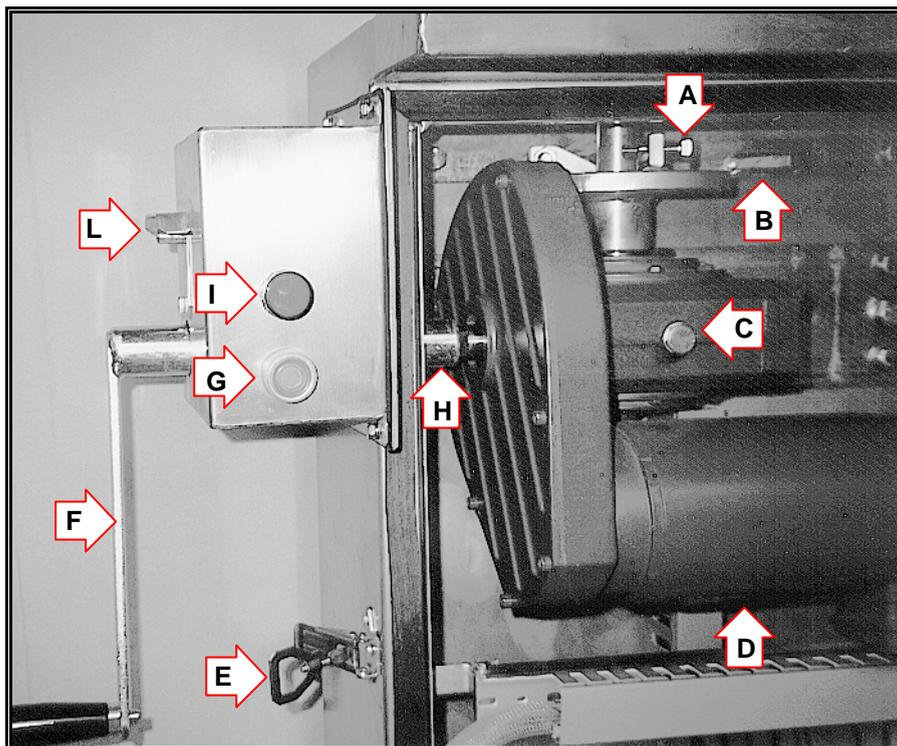

Fig.3.2
- Regolare i finecorsa per il funzionamento e le segnalazioni (Fig.3.2-A).